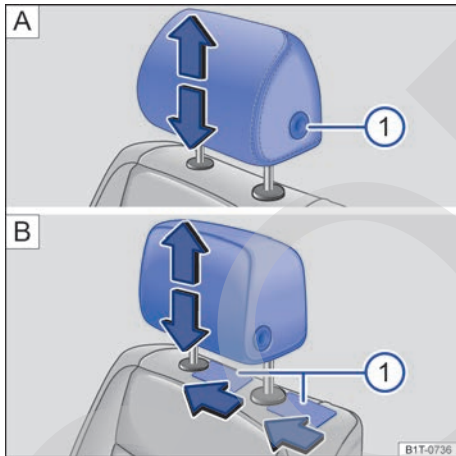

Fig. 111 Desmontaje de los apoyacabezas delanteros: en vehículos sin **A**) y con **B**) apoyacabezas con ajuste longitudinal.
- Extraiga el apoyacabezas a la vez que presiona completamente la tecla → **fig. 111 A**) ⓘ.
- Baje el apoyacabezas completamente a la vez que presiona la tecla → **fig. 111 A**) ⓘ.
- Introduzca a ambos lados un objeto plano (una tarjeta de plástico, p. ej.) entre el tapizado del respaldo y la tapa de la barra del apoyacabezas, y desbloquee al mismo tiempo las barras ejerciendo una ligera presión → fig. 111 B ①.